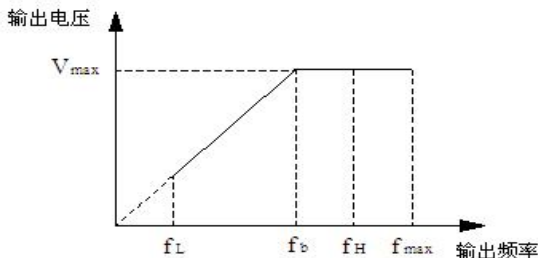

图 F0-1 电压与频率示意图
最大输出频率是变频器允许输出的最高频率，是加速时间设定的基准，如下图所示的  $f_{max}$ ；基本运行频率是变频器输出最高电压时对应的最小频率，一般是电机的额定频率，如下图所示的  $f_b$ ；最大输出电压  $V_{max}$  是变频器输出基本运行频率时，对应的输出电压，一般是电机的额定电压；如下图所示的  $V_{max}$ ； $f_H$ 、 $f_L$  分别定义为上限频率和下限频率，如图 F0-1 所示：
4. 最大输出频率、上限频率、下限频率的关系如上图 F0-1 所示, 设置时请注意大小顺序。